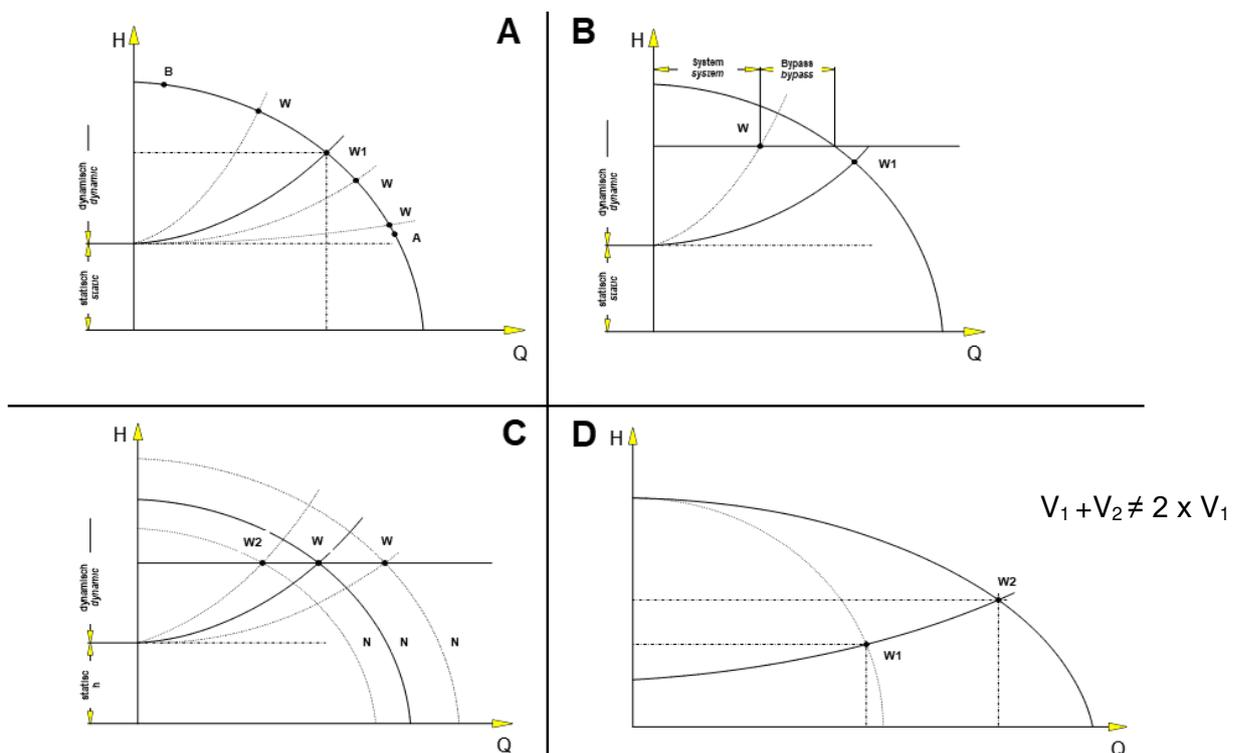

Рисунок 5-2 Состояния установки А – D
На рисунке Рисунок 5-2 представлены различные состояния установки. Высота напора H применяется здесь в зависимости от холодопроизводительности Q . Типичное поведение насоса для хладагента показано на рисунке 5-2 А. Различные точки W соответствуют различным состояниям, которые могут возникать в холодильной установке во время работы.
- Приоткрыть байпасный вентиль Рисунок 5-2 В
- Изменить число оборотов насоса Рисунок 5-2 С
- Включить дополнительный насос Рисунок 5-2 D